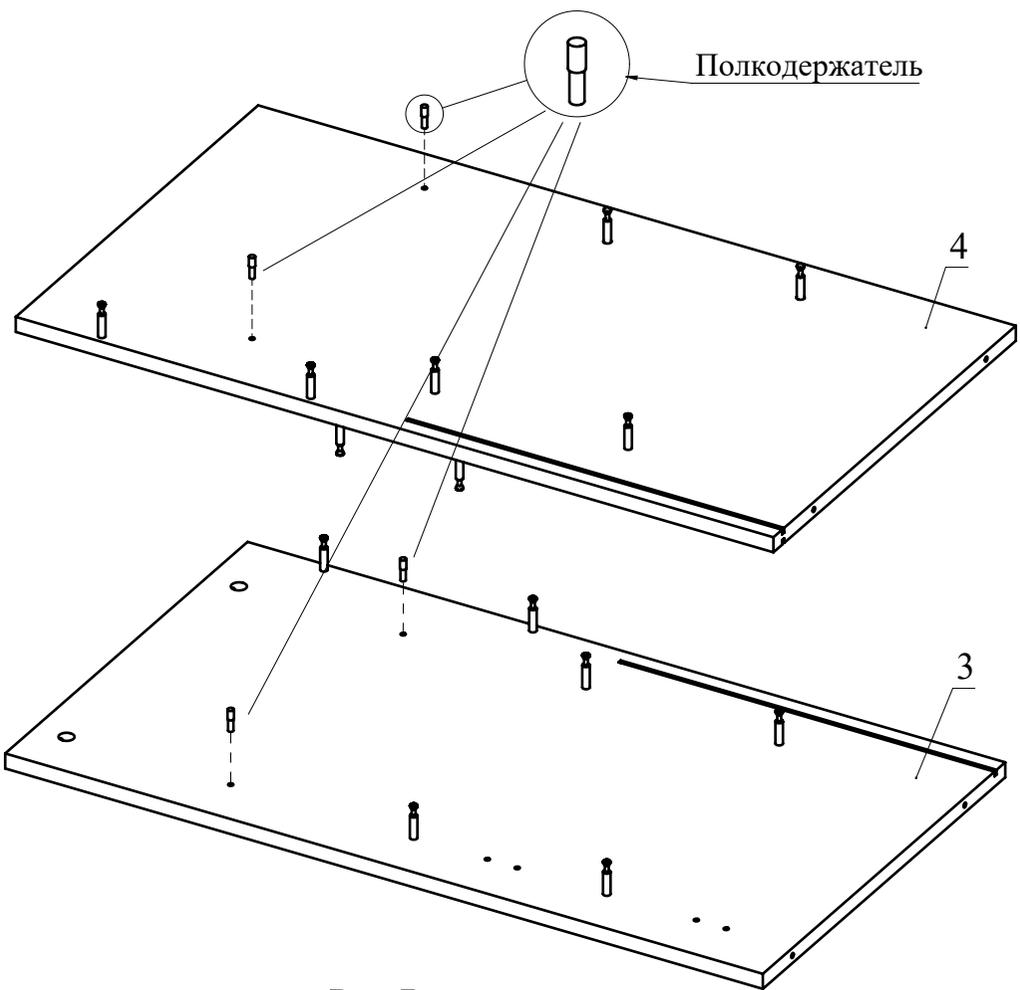

Рис.7
6. Установите полкодержатели в плоскостные отверстия деталей 3, 4 (Рис. 7).